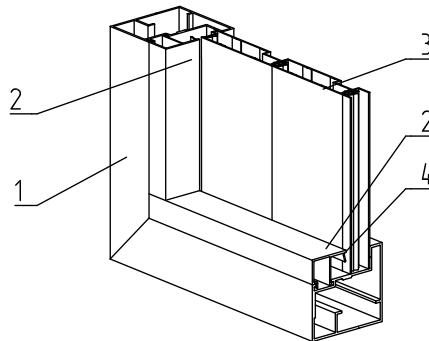

Рис. 31. Установка штапика *FLGU.400.0302, FLGU.400.0304* с уплотнителем *FRK12*
1. По контуру установить штапики 2 совместно с уплотнителем 4 (рис. 31).